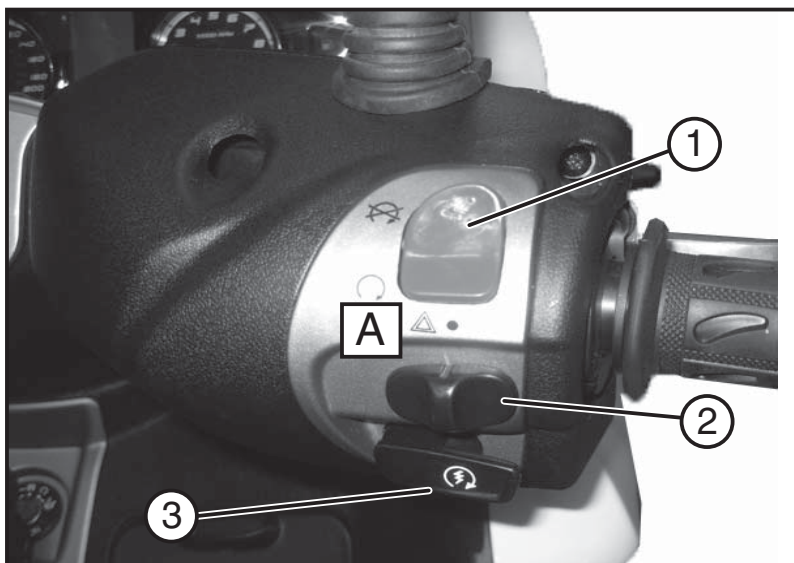

Fig. 01
4.10 MANDOS DERECHOS DEL MANILLAR (Fig. 01)